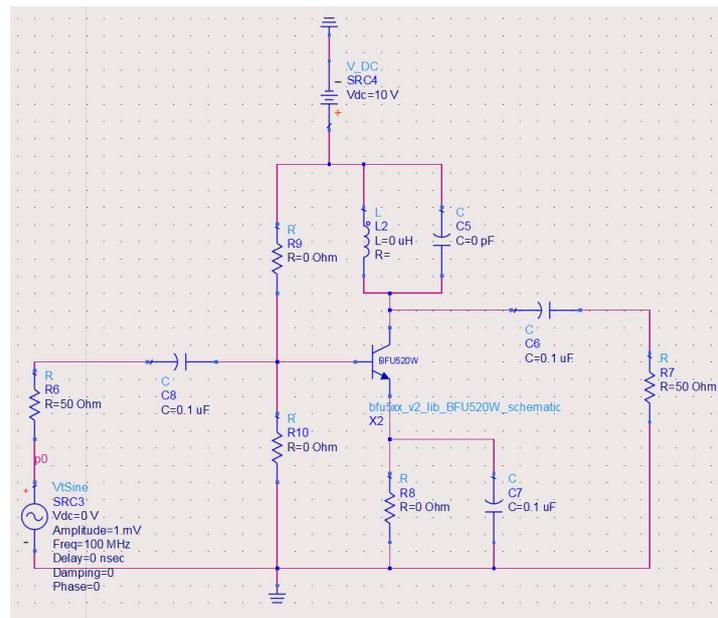

Figura 2.2.1 – Configuração da ligação do amplificador sintonizado usando uma polarização de divisor resistivo.
- 2) **Definindo a configuração de ligação:** como esta técnica é praticamente a mesma clássica de eletrônica básica, vamos iniciar pela polarização. Antes, vamos primeiro desenhar a configuração do circuito (Figura 2.2.1) e fazer algumas observações: